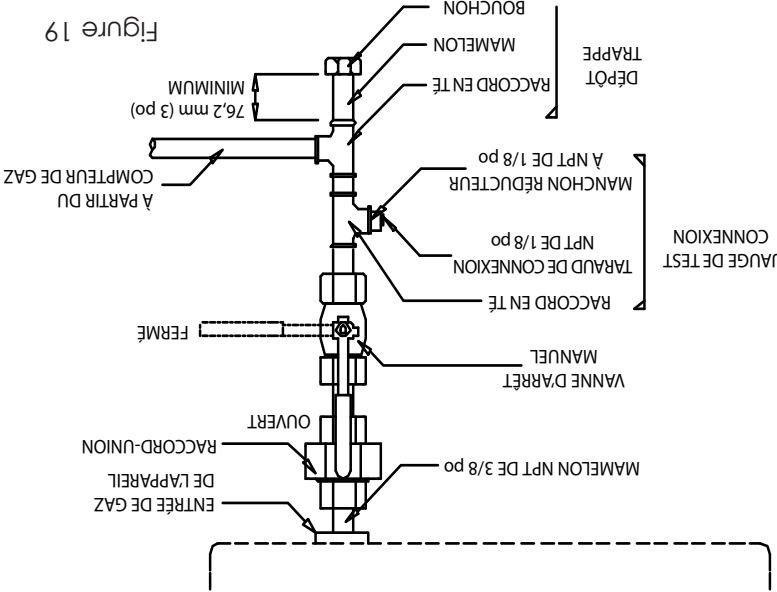

Figure 19
- Le système d'alimentation doit inclure une valve de fermeture manuelle et de raccordement afin que le radiateur puisse être déconnecté à des fins d'entretien. (Voir la figure 19).